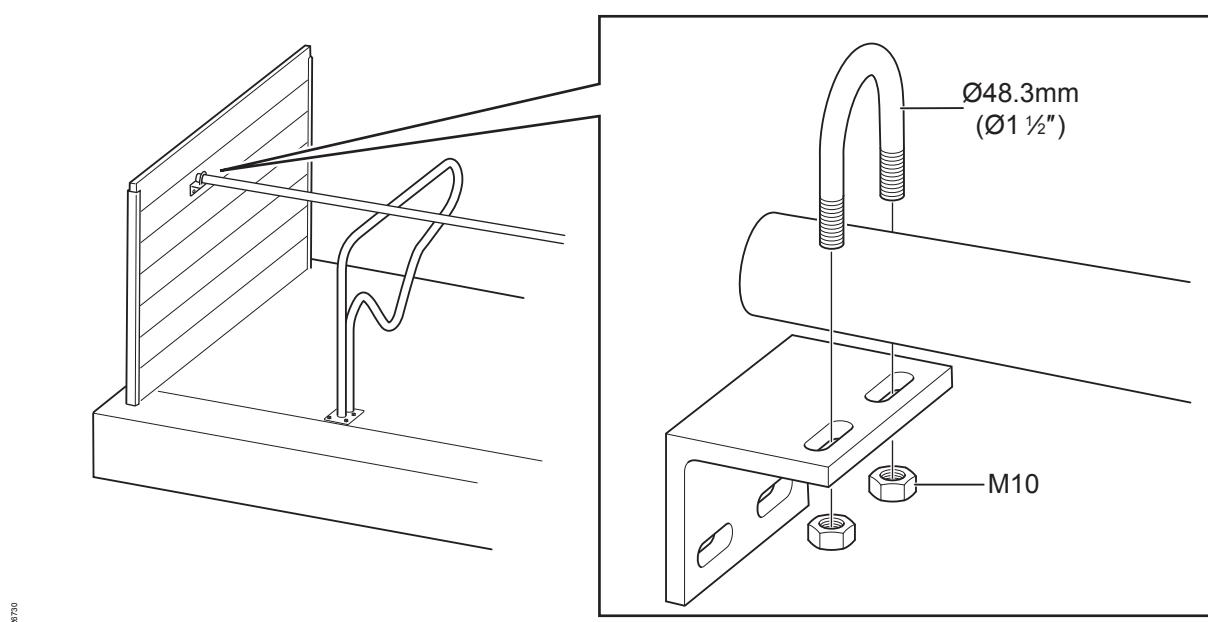

Fig. 32: Montering av den faste veggbraketten.
2. Monter den faste veggbraketten slik Fig. 32 viser.